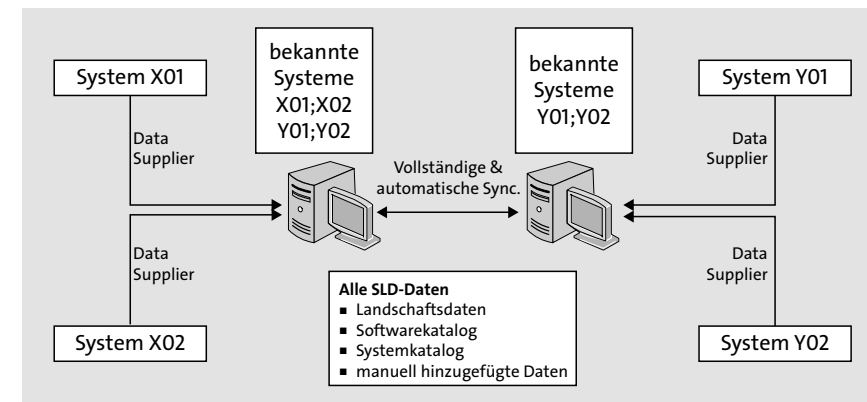
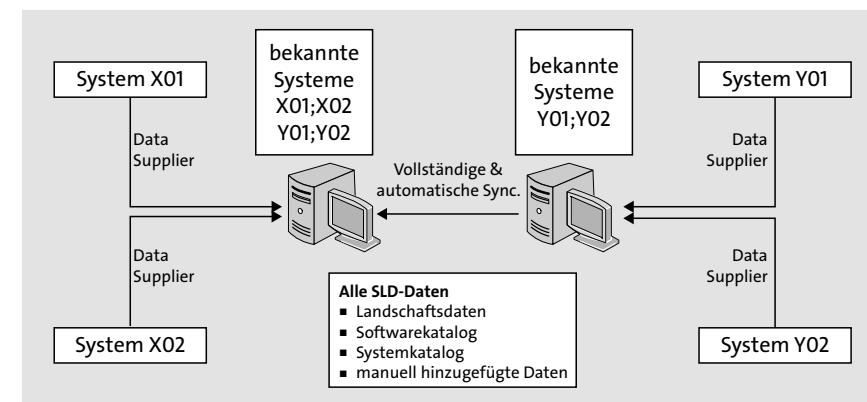

Abbildung 4.26 Vollständige bidirektionale Synchronisierung von zwei SLDs
Abbildung 4.27 Vollständige unidirektionale Synchronisierung von zwei SLDs
Abbildung 4.26 zeigt eine vollständige bidirektionale Synchronisierung für zwei SLD-Instanzen.
Abbildung 4.27 skizziert eine vollständige unidirektionale Synchronisierung für zwei SLD-Instanzen.
- Sie können diese Synchronisation entweder uni- oder bidirektional einrichten (wie in Abbildung 4.26 und Abbildung 4.27 gezeigt).